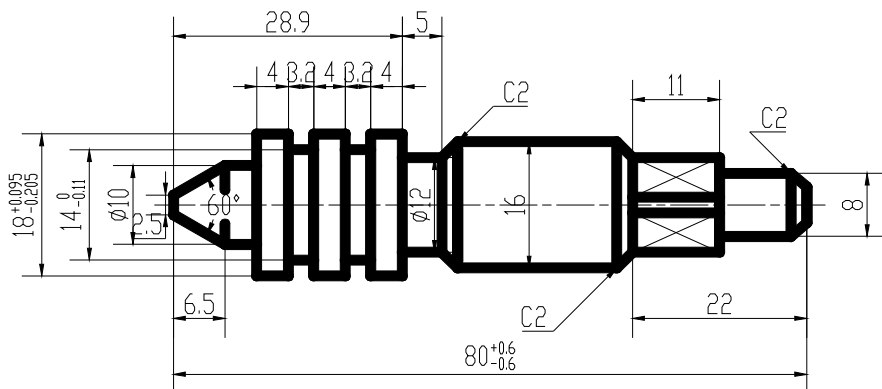
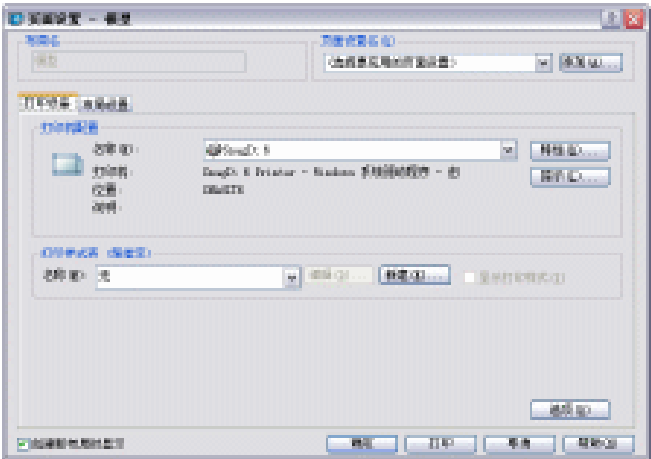

图 1-2-8
图 1-2-9
在模型空间中输出图形前，应先对要打印的图形进行页面设置，然后再输出图形。在此，我们以如图 1-2-8 所示的阀杆图为例具体讲解在模型空间中输出图形的方法。
- (1) 打开图 1-2-8 所示阀杆图，选择“文件”→“页图设置”命令，打开如图 1-2-9 所示“页面设置-模型”对话框。
- (2) 在该对话框的“打印机配置”区域中根据用户的实际情况选择一种打印机设备。
- (3) 在对话框下方的“打印样式表”区域中选择或编辑一种打印样式，如选择 acad.ctb